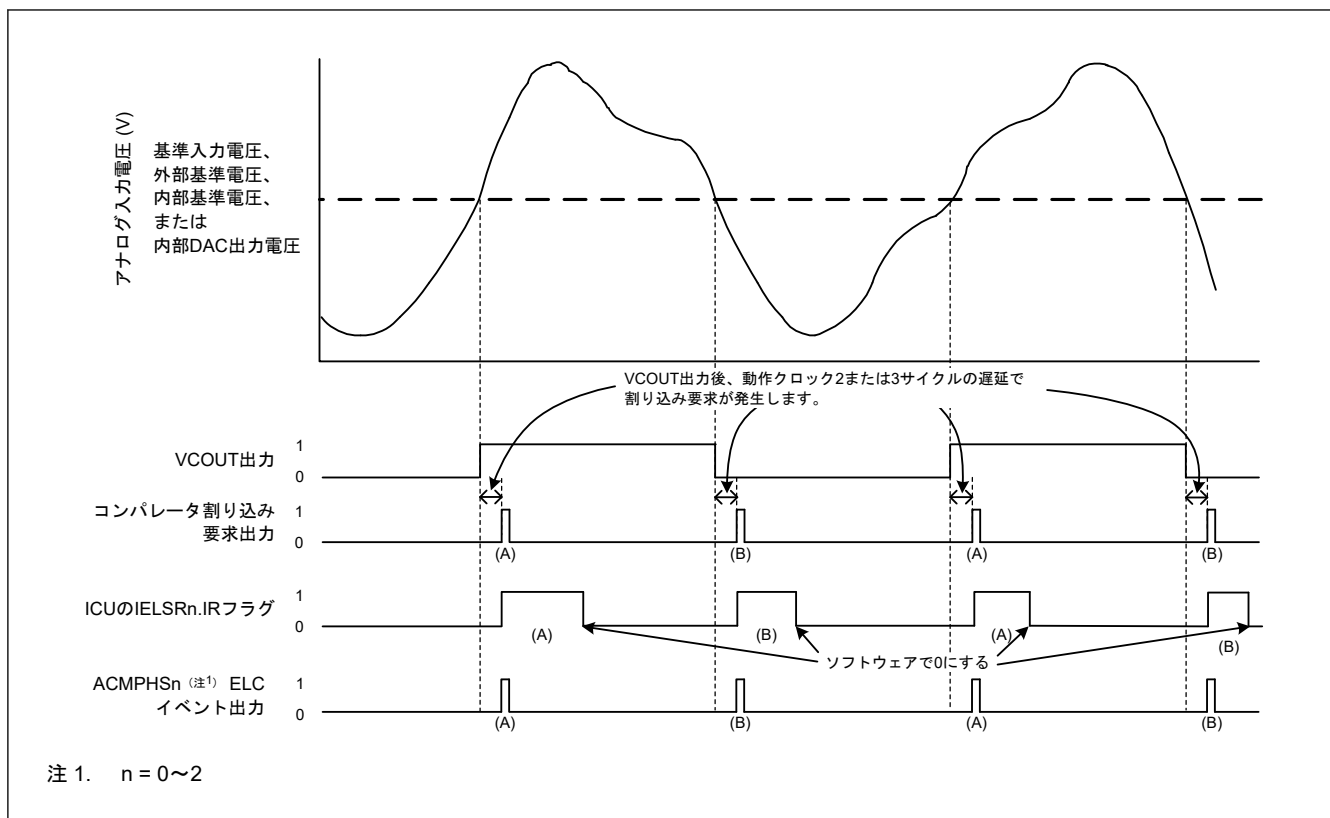

図 35.2 ACMPHS 動作の例
ACMPHS 動作の例を図 35.2 に示します。アナログ入力電圧が ACMPHS 基準入力電圧より高くなると VCOUT 出力は 1 になり、低くなると VCOUT 出力は 0 になります。ACMPHS 出力が変化すると、割り込み要求および ELC イベントが出力されます。
図 35.2 は $CPOE = 1$ （端子出力有効）、 $CDFS[1:0] = 00b$ （フィルタを使用しない）、かつ $CEG1 = CEG0 = 1$ （両エッジ検出を選択）の場合の例です。 $CINV = 0$ 、 $CEG0 = 1$ 、かつ $CEG1 = 0$ （ACMPHS からの非反転出力信号用に立ち上がりエッジ検出を選択）の場合、 $IELSR.IR$ フラグは (A) で示されるように変化します。 $CINV = 0$ 、 $CEG0 = 0$ 、かつ $CEG1 = 1$ （ACMPHS からの非反転出力信号用に立ち下がりエッジ検出を選択）の場合、 IR フラグは (B) で示されるように変化します。